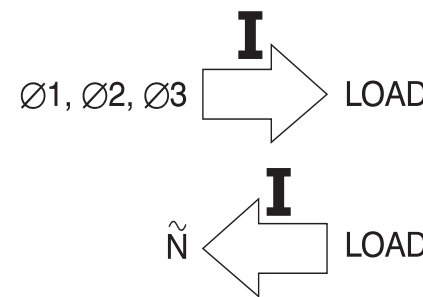

Figura 9. Orientación de la sonda amperimétrica
4. Coloque la sonda amperimétrica alrededor del conductor en posición perpendicular y centrada respecto del mismo. Asegúrese de que la flecha marcada en la pinza de la sonda apunta hacia la orientación adecuada para disponer de una visualización de fase correcta en el osciloscopio (consulte la figura 9).